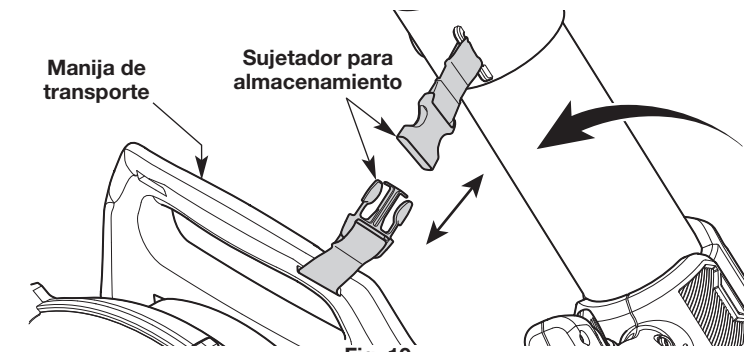

Fig. 19
3. Haga girar con cuidado el tubo superior de la sopladora por el sujetador de almacenamiento hacia la manija de transporte (Fig. 19).
- Con la otra mano, apriete los lados del sujetador para almacenamiento para desconectar el sujetador (Fig. 19).